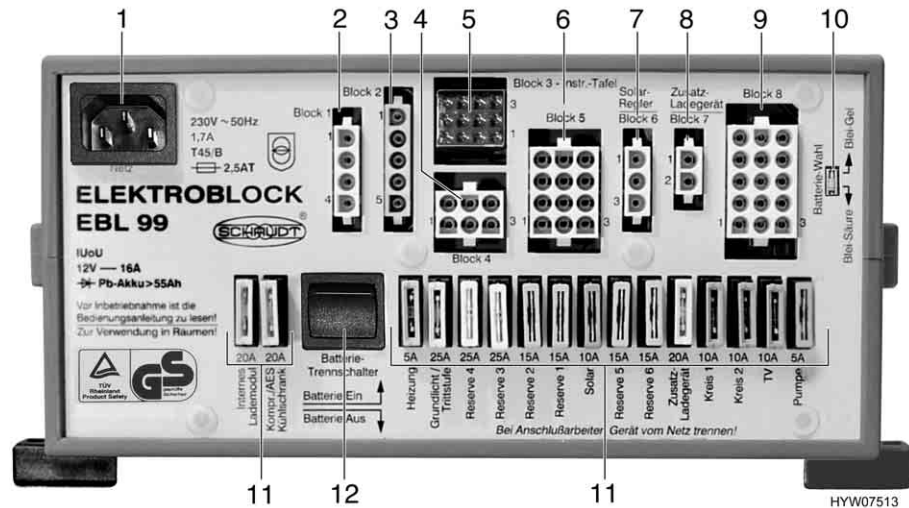

Fig. 32 Bloc électrique EBL 99
- ▷ Afin de couper entièrement l'installation de la cellule du courant, activer l'interrupteur-séparateur de batterie (Fig. 32,12) du bloc électrique sur "Batterie Aus" (batterie arrêt).
Emplacement Le bloc électrique (Fig. 32) se trouve sous le siège passager dans la console du siège.
L'interrupteur-séparateur de batterie (Fig. 32,12) coupe tous les consommateurs à 12 V de la cellule, y compris la valve de sécurité et de vidange. Ceci permet d'éviter une décharge lente de la batterie de cellule lorsque le camping-car reste inutilisé pendant une longue période (p. ex. immobilisation temporaire).
Le chargeur intégré dans le bloc électrique peut être réglé avec le sélecteur de batterie (Fig. 32,10) quant au type de batterie montée dans le véhicule : "plomb-gel" ou "plomb-acide".
- Régler le sélecteur de batterie (Fig. 32,10) avec un objet fin, p. ex. avec une mine de stylo.
Les appareils électriques branchés sur l'alimentation 12 V de la cellule sont protégés par des fusibles séparés. Les fusibles se trouvent dans le compartiment moteur, près de la batterie de cellule et sont accessibles par le bloc électrique (Fig. 32).